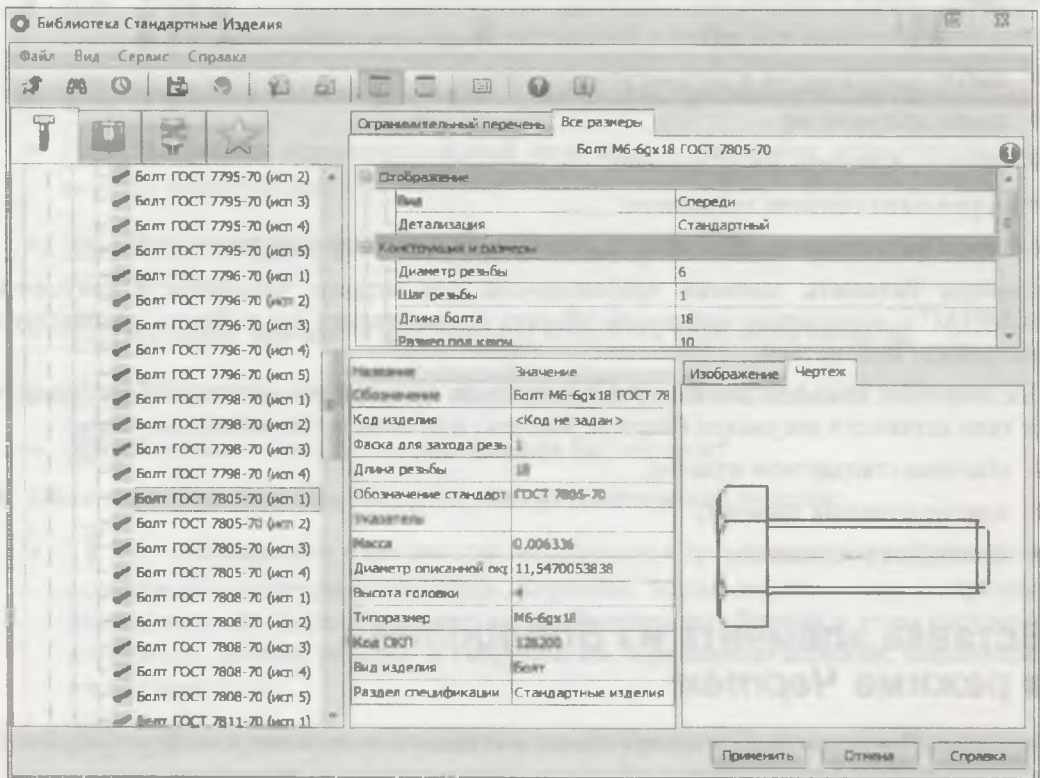

Рис. 30.17. Справочник при выборе элемента Болт ГОСТ 7805–70
- ◆ щелкните дважды ЛК мыши по папке **Болт ГОСТ 7805–70** — в **Области свойств** раскроется панель с полной информацией об этом элементе с вкладками **Изображение** и **Чертеж** (рис. 30.17). На вкладке **Изображение** представлена трехмерная модель элемента, а на вкладке **Чертеж** — его геометрические параметры. На этой панели выполните такие настройки:
- ◆ для вставки стандартного изделия в чертеж нажмите кнопку **Применить** в области свойств (см. рис. 30.17) — система закроет **Справочник** и в графическом поле появится фантом болта. В окне документа укажите точку вставки и угол поворота элемента. Далее, если необходимо, можно поставить позиционную выноску. Для этого укажите точку вставки и расположение выноска. Если не нужно, то на панели **Параметры** нажмите кнопку **Завершить**. Появится диалоговое окно **Объект специ-**